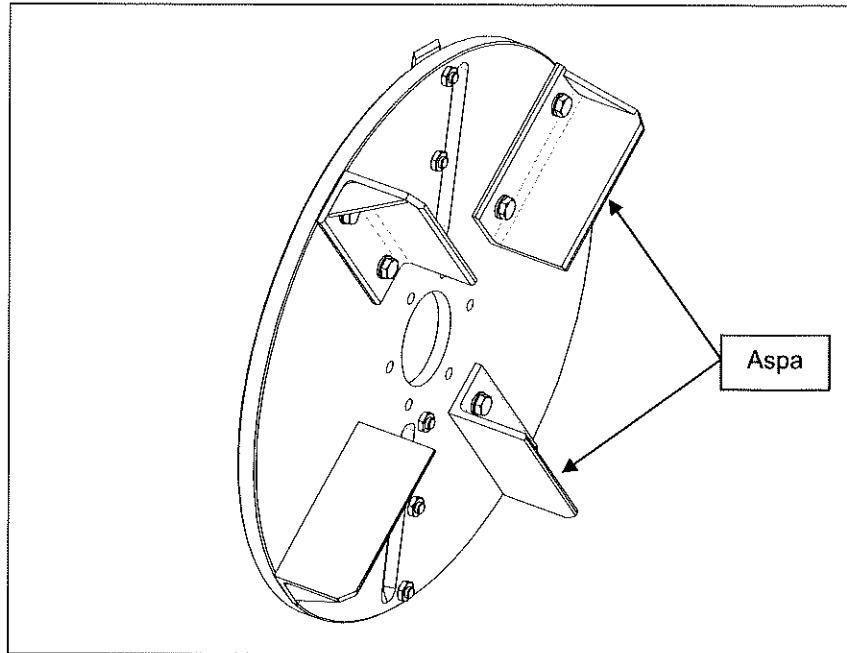

Fig. 16
- Quitar las aspas de disco del triturador destornillando los tornillos de fijación (Fig. 16).